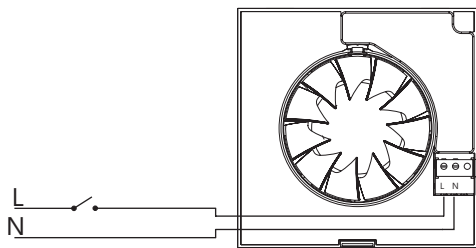
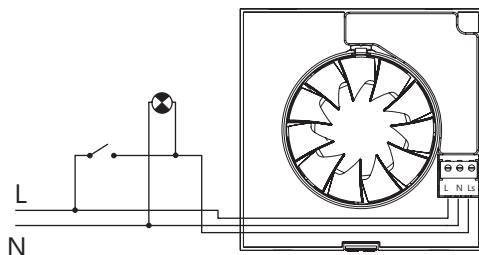
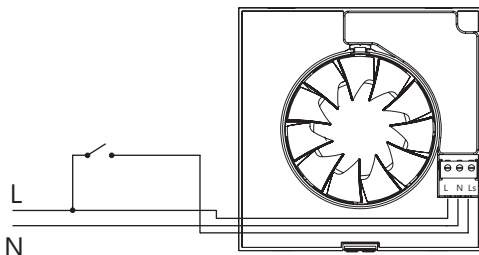

Fig.4
Fig.5
Fig.6
Рис.4- Запуск вытяжного вентилятора при помощи независимого выключателя. Модели оснащены регулируемым устройством выдержки времени. Устройство выдержки времени обеспечивает работу вентилятора в течение определенного периода времени уже после выключения выключателя (рис.6).
На схеме рис.5 показано, как подключить оборудованный устройством выдержки времени аппарат так, чтобы он мог запускаться при помощи выключателя, который используется для включения - выключения света.
- Для увеличения выдержки времени поверните потенциометр по часовой стрелке (макс.:30 минут). Модели оснащены устройством выдержки времени. Устройство выдержки времени обеспечивает работу вентилятора в течение определенного периода времени уже после выключения выключателя (рис.6). На схеме рис.5 показано, как подключить оборудованный устройством выдержки времени аппарат так, чтобы он мог запускаться при помощи выключателя, который используется для включения - выключения света.